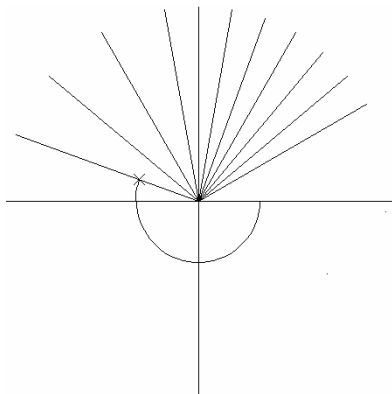
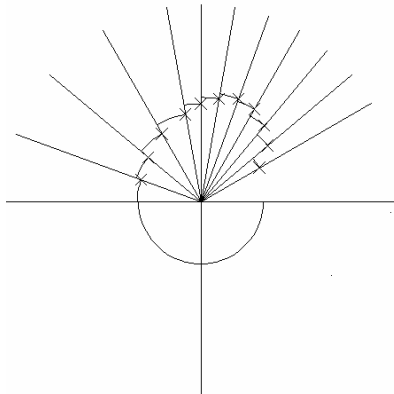

图 7-3-11
图 7-3-12
// 右击结束修剪，修剪后的效果如图 7-3-11 所示
STEP 05 用同样方法，按图 7-3-11 所示的线段尺寸为半径绘制圆，并进行修剪，描点完成的效果如图 7-3-12 所示。